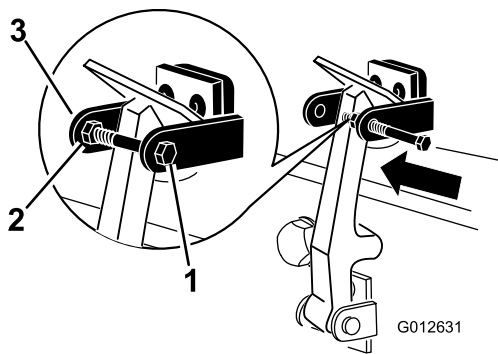

Bild 6
8. Setzen Sie die Schraube in den anderen Arm der Halterung des Motorhaubenriegels, um den Riegel zu arretieren (Bild 6). Ziehen Sie die Schraube (nicht die Mutter) an.